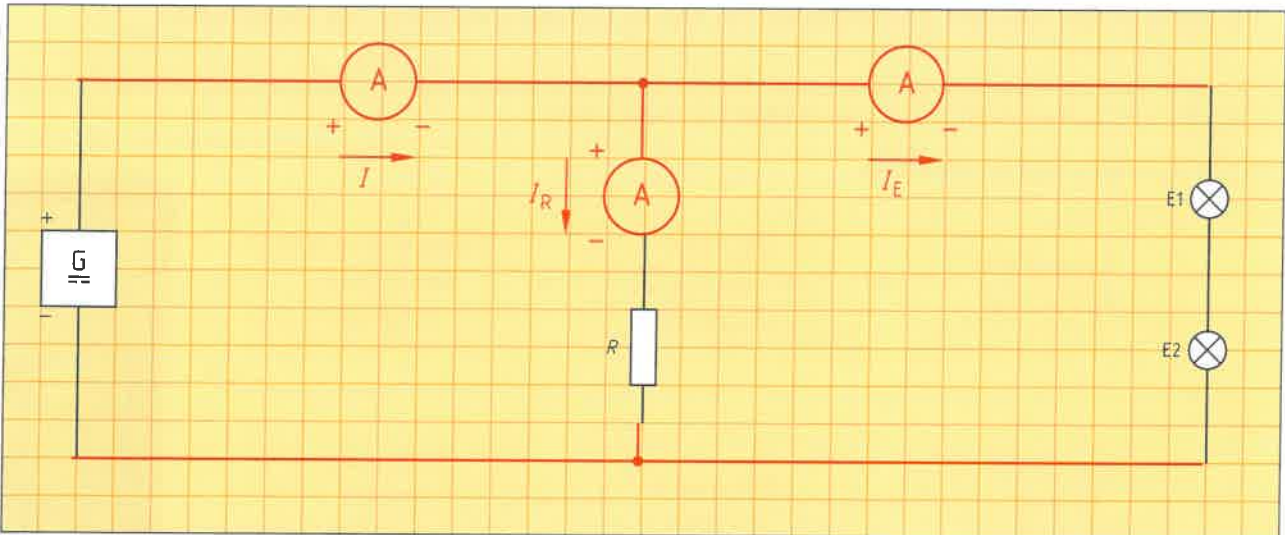

Bild 1: Strommessungen (1)
6. a) Ergänzen Sie die Schaltung (**Bild 1**) für einen Laborversuch um drei Strommesser, damit der Gesamtstrom  $I$ , der Strom  $I_R$  durch den Widerstand und der Strom  $I_E$  durch die Glühlampen E1 und E2 gemessen werden kann.